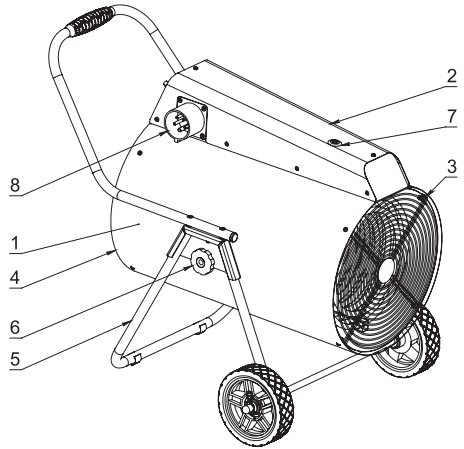

Рис. 6.1
Несущая конструкция тепловентилятора (см. рис. 6.1, 6.2) состоит из кожухов наружного (1) и внутреннего, изготовленных из листовой стали и имеющих цилиндрическую форму. Во внутреннем кожухе размещены вентилятор и трубчатые электронагревательные элементы. Сверху кожуха расположен корпус блока управления (2). Кожух наружный, закрыт воздухозаборной (4) и воздуховыпускной (3) решетками, винтами устанавливается на подставку (опору) (5) и имеет возможность поворота в вертикальной плоскости. Угол поворота фиксируется барашковыми винтами (6). Вентилятор затягивает воздух через отверстия воздухозаборной решетки. Воздушный поток, втянутый вентилятором в корпус, проходя между петлями трубчатых электронагревательных элементов, нагревается и подается в помещение через отверстия воздуховыпускной решетки.
Для подключения к стационарной электросети тепловая пушка комплектуется трёхфазной вилкой (Рис. 6.1), установленной на корпус изделия. Подключение к электросети осуществляется путём включения переносной розетки, предварительно подключенной к щиту питания в вилку прибора.